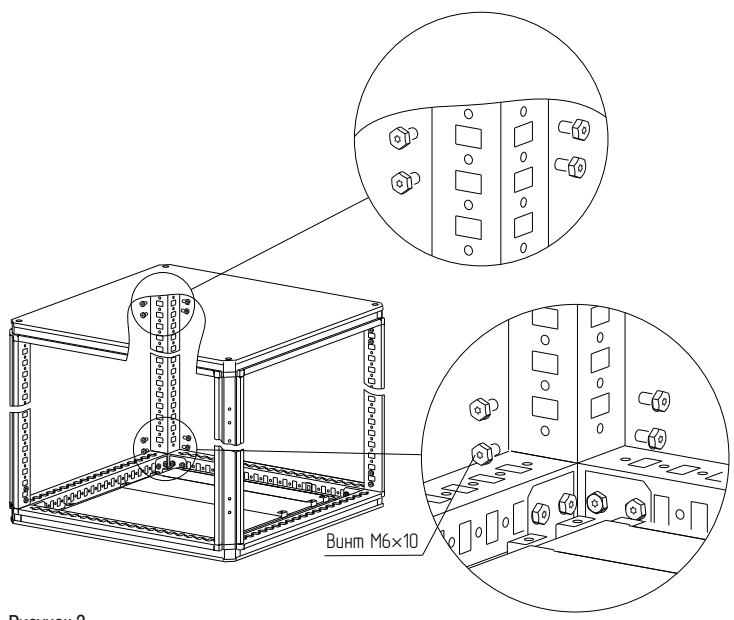

Рисунок 3
4.1.6 Закрепите стойки на основании и крышу на стойках винтами М6×10. Момент затяжки – 10 Н·м (Рисунок 3).